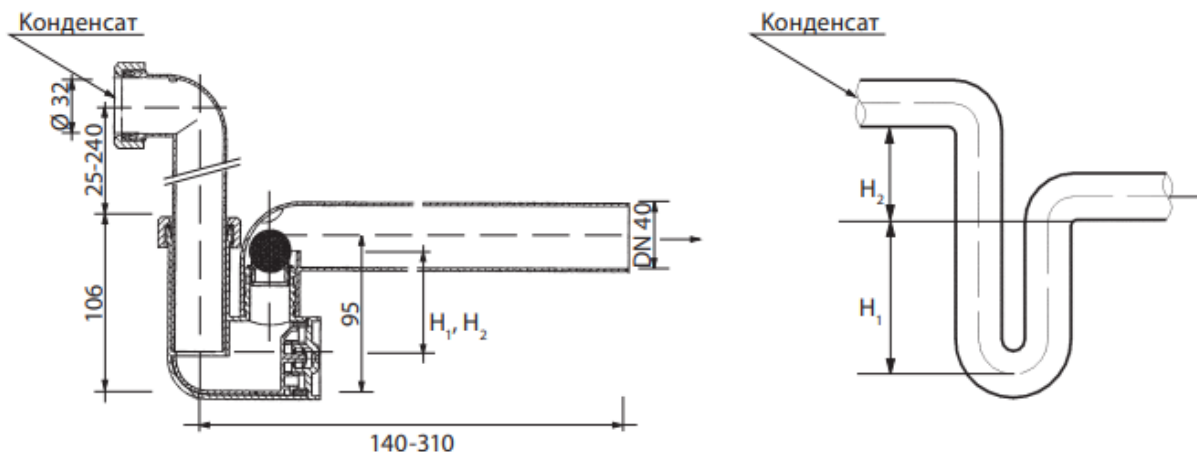

Рисунок 2 – Монтаж дренажного сифона
2.1.8.1 Монтаж дренажного сифона, когда он находится со стороны всасывания воздуха. Если вентилятор стоит последним в цепи функциональных элементов вентиляционной установки, то он создает внутри установки разрежение. Из-за этого могут возникнуть сложности с удалением конденсата и появляется опасность залить конденсатом технические помещения. Поэтому очень важно правильно установить систему дренажа. Высота H_1 мм должна быть эквивалентна половине отрицательного давления внутри установки. Высота H_2 мм должна быть эквивалентна разрежению внутри установки (Рисунок 2).